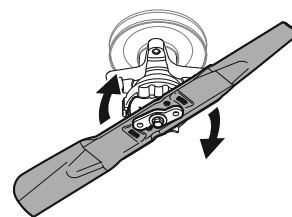

Figure 50
- Tournez la lame vers la droite pour l'aligner avec l'adaptateur. Voir Figure 50.